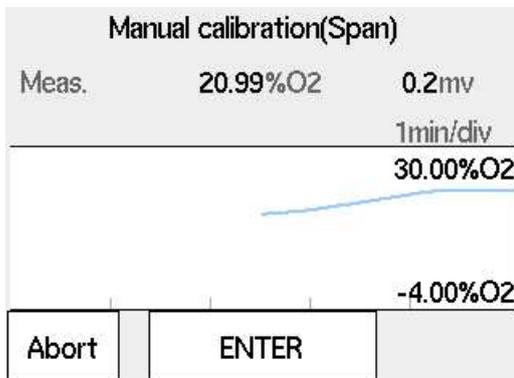

Figura 7.19 Tendência durante calibração do gás de referência
- (4) Selecionar “Start Calibration” exibe o gráfico de tendência da concentração de oxigênio sendo medida (Figura 7.19) na tela. Aguarde a leitura estabilizar em torno de 21% monitorando o gráfico e a força eletromotriz do sensor. Neste ponto, a calibração ainda não foi executada. É aceitável que a leitura se desvie de 21%.